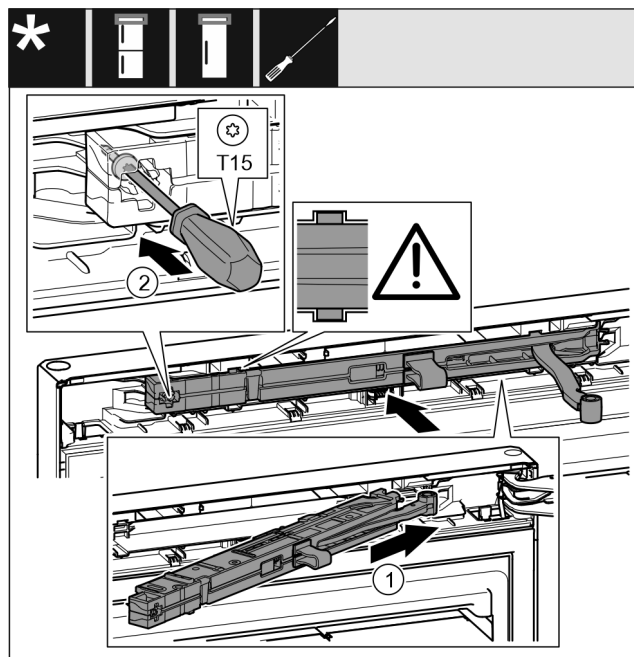

Fig. 65
- ▶ Pe partea suportului de lagăr împingeți înclinat unitatea amortizorului de închidere Fig. 65 (1) până la opritor în degajare.
- ▶ Înșurubați ferm șurubul Fig. 65 (2) cu o șurubelniță.